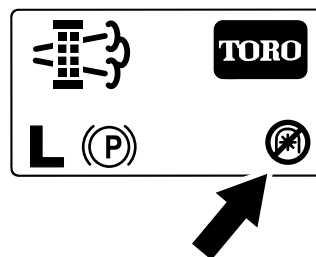

Bild 78
**Hinweis:** Auf dem Begrüßungsbildschirm wird das Symbol für eine deaktivierte Zapfwelle (Bild 78) angezeigt.
**Hinweis:** Auf dem Begrüßungsbildschirm wird das Symbol für eine deaktivierte Zapfwelle angezeigt; siehe Bild 78 in Meldungen zu geparkter Regenerierung \(Seite 47\).